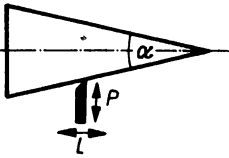

Bild 22
- 2.71** Auf einer programmgesteuerten Drehmaschine soll ein Kegel mit einem Öffnungswinkel von 20° gefertigt werden (Bild 22). 1. Ergänzen